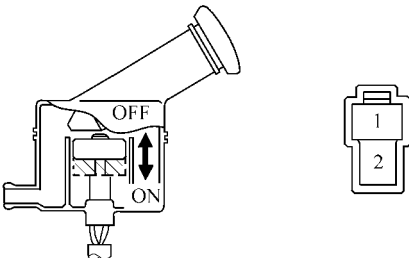

图 18-133 检查制动液液位报警开关
- 2) 检查制动液液位报警开关，如图 18-133 所示。